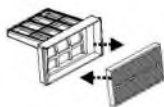

Рис.4
4. При використанні віртуальної стіни, переконайтеся, що віртуальна стіна та пилосос розміщені в одній площині, і що перед віртуальною стіною немає перешкод, наскільки це можливо, щоб не впливати на бар'єрний ефект (Рис.4).